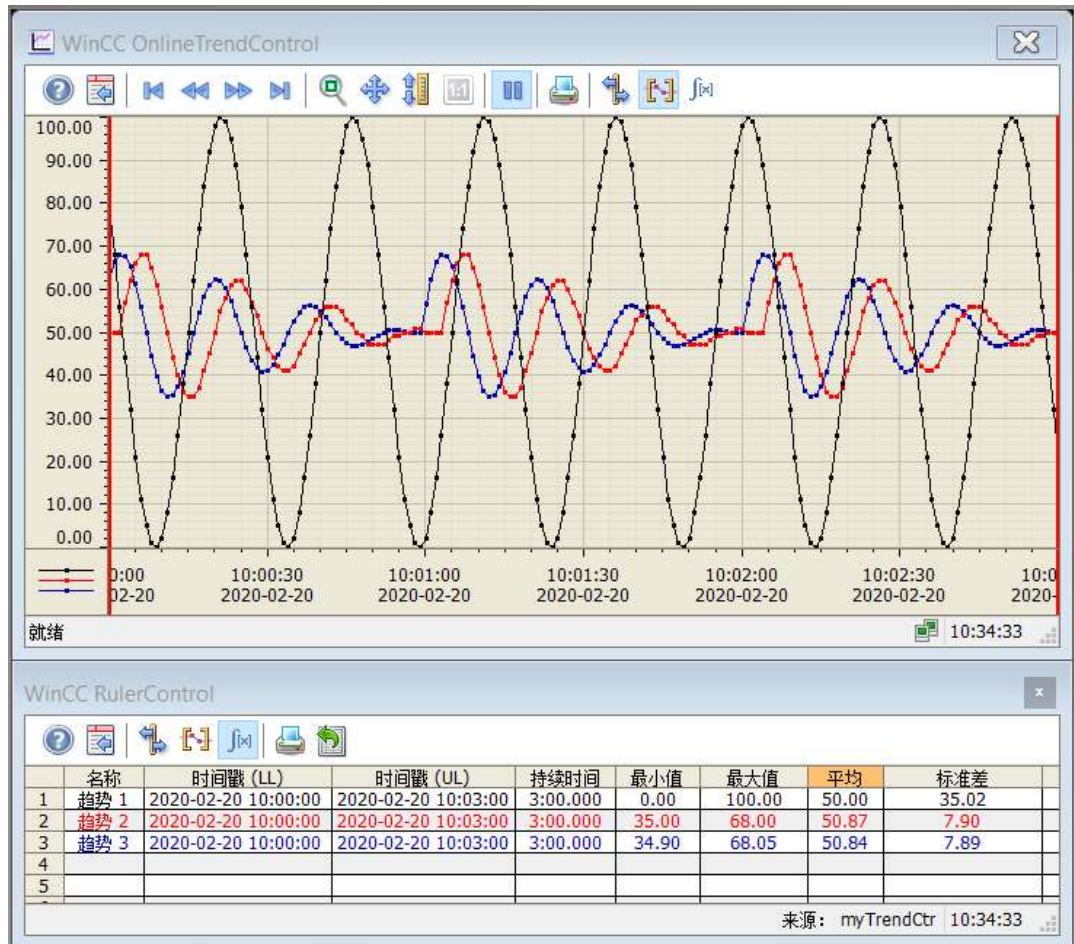
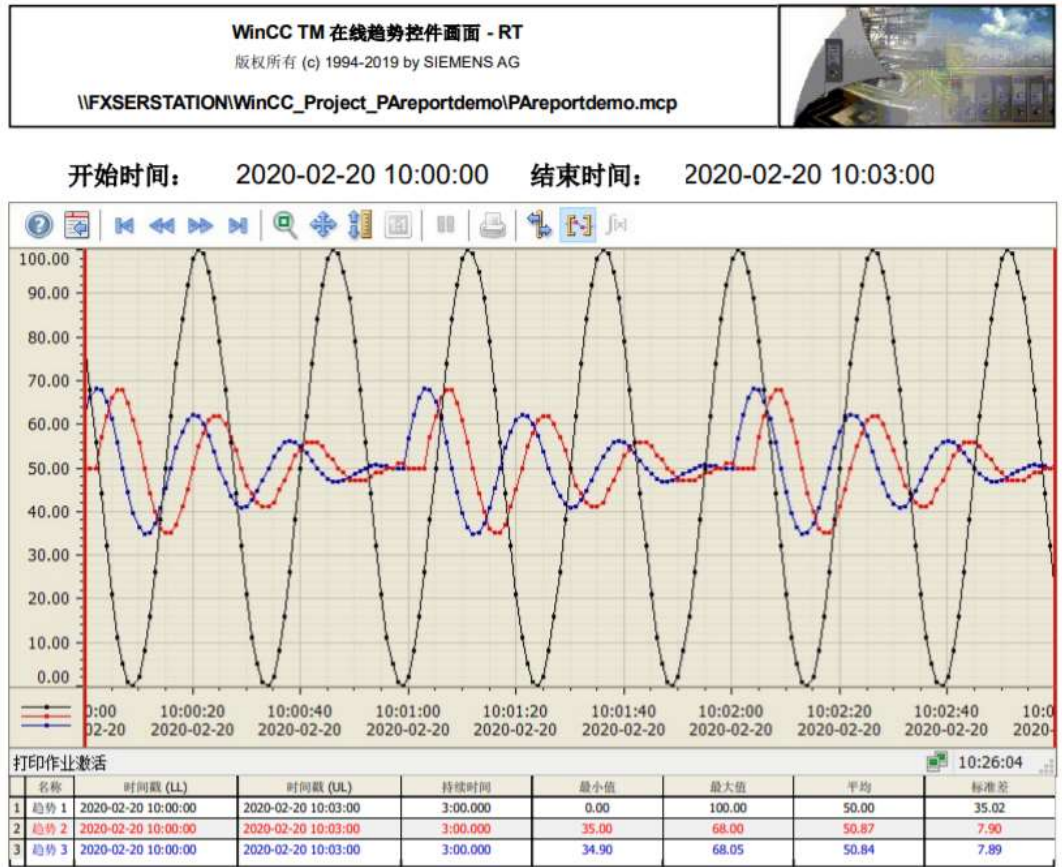

图 1
图 2
<在 WinCC 中，使用 WinCC RulerControl 控件可以实现对 WinCC 趋势控件 OnlineTrendControl 中的数据进行统计分析。并在画面中显示。如图 1 所示。同样地，在报表中也可以把 RulerControl 的统计功能，整合到趋势控件的报表布局中。实现在一个报表里同时打印趋势和统计分析数据。打印效果如图 2 所示。
3. 最后点击“开始打印”按钮，获取开始时间和结束时间，输出报表。如图 19 所示。打印的报表效果见前文图 2 所示。